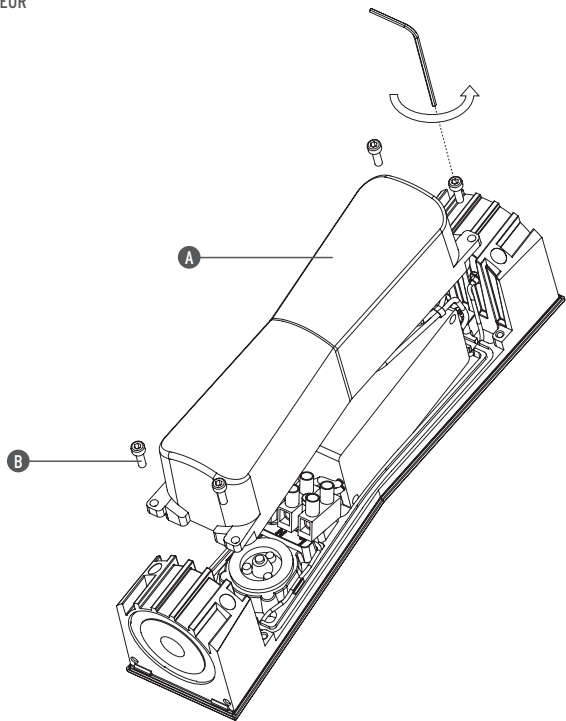

Fig. 1
- <IT> Fig.1 Smontare la copertura (A) svitando le viti (B) con la chiavetta fornita in dotazione.
- <GB> Fig.1 Dismantle the cover (A) unscrewing the screws (B) with the allen key included.
- <DE> Abb.1 Lösen Sie die Schrauben (B) mit dem beige packten Schraubenschlüssel und nehmen Sie die Verkleidung (A) ab.
- <FR> Fig.1 Démonter le couvercle (A) en dévissant les vis (B) à l'aide de la clé Allen fournie dans l'emballage.
- <ES> Fig.1 Desmontar la tapa (A) desatornillando los tornillos (B) con la llave suministrada en dotación.
- <PT> Fig.1 Desmontar a tampa (A) desapertando os parafusos (B) com a chave fornecida.
- <RUS> Рис.1 Снять кожух (A), вывернув винты (B) ключом, поставляемым в комплекте.
- <CN> 图1. 使用配套的螺丝刀拧松螺丝 (B), 将罩体 (A) 拆卸下来。
- <SA> شكل 1. فك الغطاء (A) بفك البراغي (B) بمفتاح آرن الذي يتم توفيره.